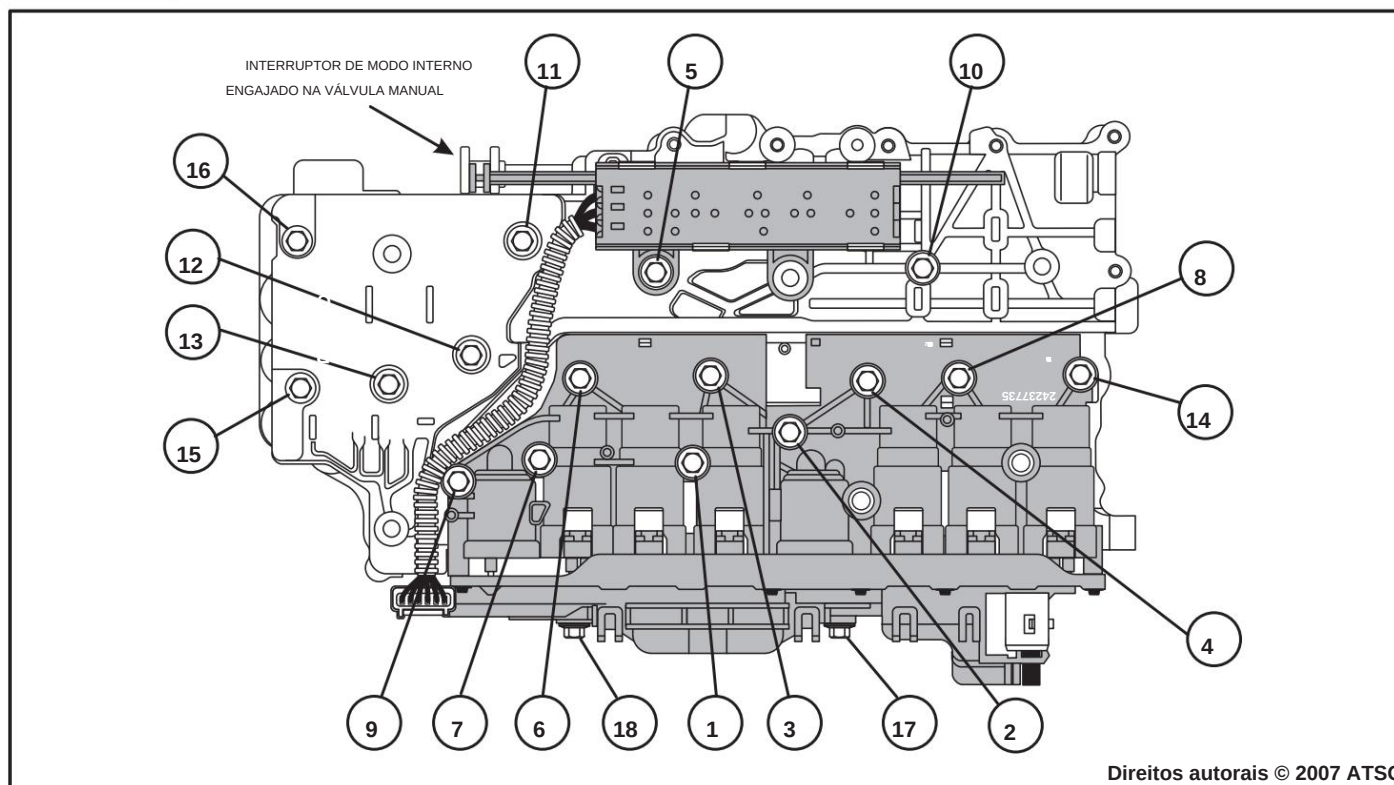

Figura 149
30. Agora você pode apertar todos os 18 parafusos do corpo da válvula a 8 N·m (71 pol.lb.), na sequência mostrada na Figura 149.
31. Os dois parafusos de 53 mm que vão na lateral do O Corpo do Solenóide/TCM (17 e 18) na Figura 149 **deve** ser apertado por último.
33. Não deve haver nenhuma lacuna visível. Se existir uma folga, afrouxe todos os 18 parafusos e reaperte na sequência necessária, conforme mostrado na Figura 149.